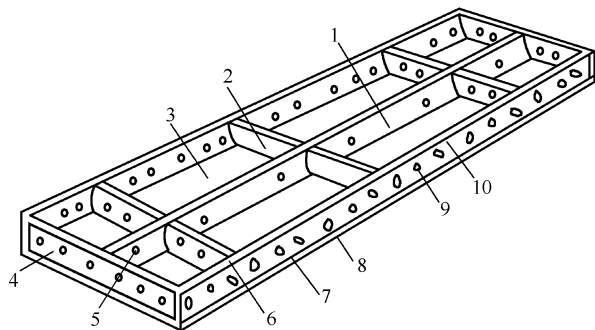

图 1-2 平面模板
(1) 钢模板主要包括平面模板、阴角模板、阳角模板和连接角模。平面模板如图 1-2 所示，由面板和肋条组成，模板尺寸采用模数制，宽度以 100mm 为基础，按 50mm 进级，最宽为 300mm；长度以 450mm 为基础，按 150mm 进级，最长为 1500mm。这样就可以根据工程需要，将不同规格的模板横竖组合拼装成各种不同形状、尺寸的大块模板。